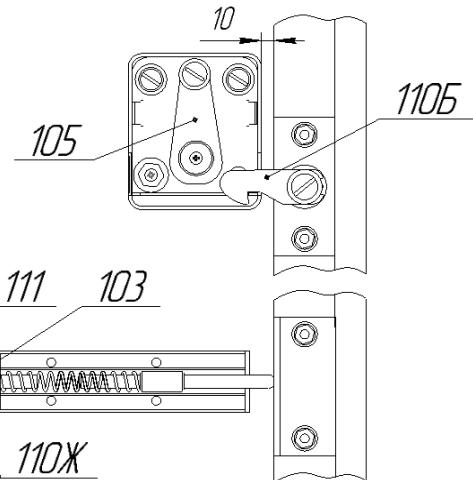

Рис.8
К панели поз.42 присоединить механизм фиксации поз.105, используя винты поз.114, шайбы поз.121 (рис.1.2.3). Присоединить к панели поз.42 механизм выталкивания, состоящий из деталей поз. 103, 104, 107, 108, 109, 110Ж, 111, 115, 119 (рис.1.2.4 и рис.8). Винт поз.115 ввинтить в корпус толкателя поз.103 на несколько оборотов (рис.8). Для закрепления к коробу использовать винты поз.117. На головки винтов поз.117 установить заглушки поз.120 (рис.1.2.4).
**⚠** 9. Отрегулировать упор, установленный по рис.1.2.4. Для этого поднять раму кровати в вертикальное положение. Надавить на раму в области установленного механизма фиксации поз.105. Вращением винта M8x45 поз.115 добиться, чтобы рама кровати не доходила до касания с механизмом фиксации поз.105 (рис.8) 10мм. Придерживая от вращения винт поз.115, затянуть гайку поз.119 до упора так, чтобы шайбы поз.110Ж и поз.111 оказались прижаты к корпусу толкателя поз.103.
Надавить на верхний угол рамы кровати около механизма фиксации поз.105 до зацепления собачки поз.110Б за механизм фиксации поз.105 (рис.8). Должен быть слышен чёткий щелчок. Повторное нажатие приведёт к отсоединению собачки и наклону рамы кровати для дальнейшего опускания в горизонтальное положение.